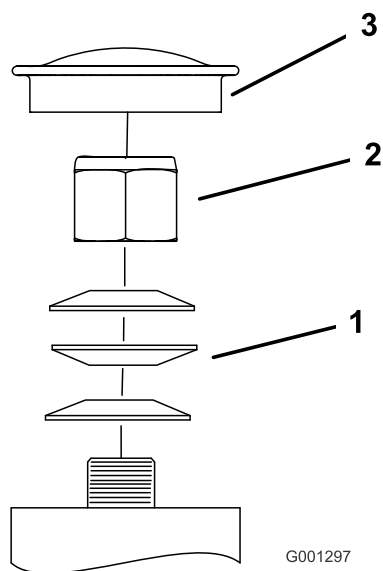

Figura 56
3. Retire el tapón guardapolvo de la rueda giratoria y apriete la contratuerca (Figura 56).
4. Apriete la contratuerca hasta que las arandelas de muelle estén planas, luego afloje 1/4 de vuelta para establecer la pre-carga correcta de los cojinetes (Figura 56).
Importante: Asegúrese de que las arandelas de muelle están correctamente instaladas, según muestra Figura 56.
5. Coloque el tapón anti-polvo (Figura 56).